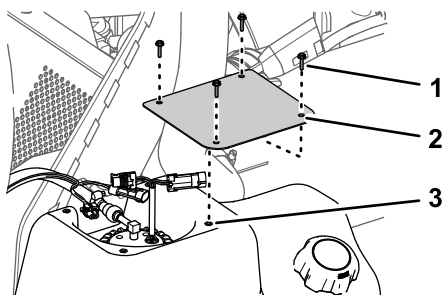

Рисунок 79
2. Выверните 4 винта (№ 10 x ¾ дюйма), которые крепят крышку к верхней части топливного бака, и снимите крышку (Рисунок 79).